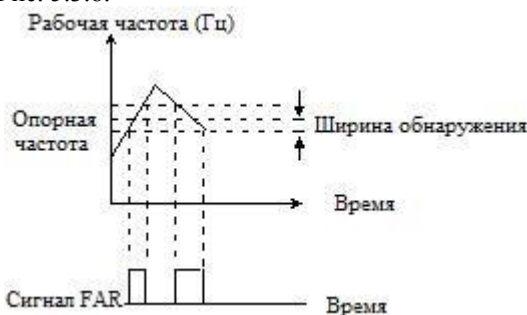

Рисунок 5.3.8 График обнаружения сигнала FAR
- ◆ Когда выходная частота достигает заданного значения частоты, функция регулирует на ее ширину обнаружения. Диапазон регулировки составляет $0 \sim \pm 10,00$ Гц от установленной частоты. Когда выходная частота инвертора находится в пределах положительной и отрицательной ширины обнаружения заданной частоты, активируется соответствующая выходная клемма, как показано на Рис. 5.3.8.